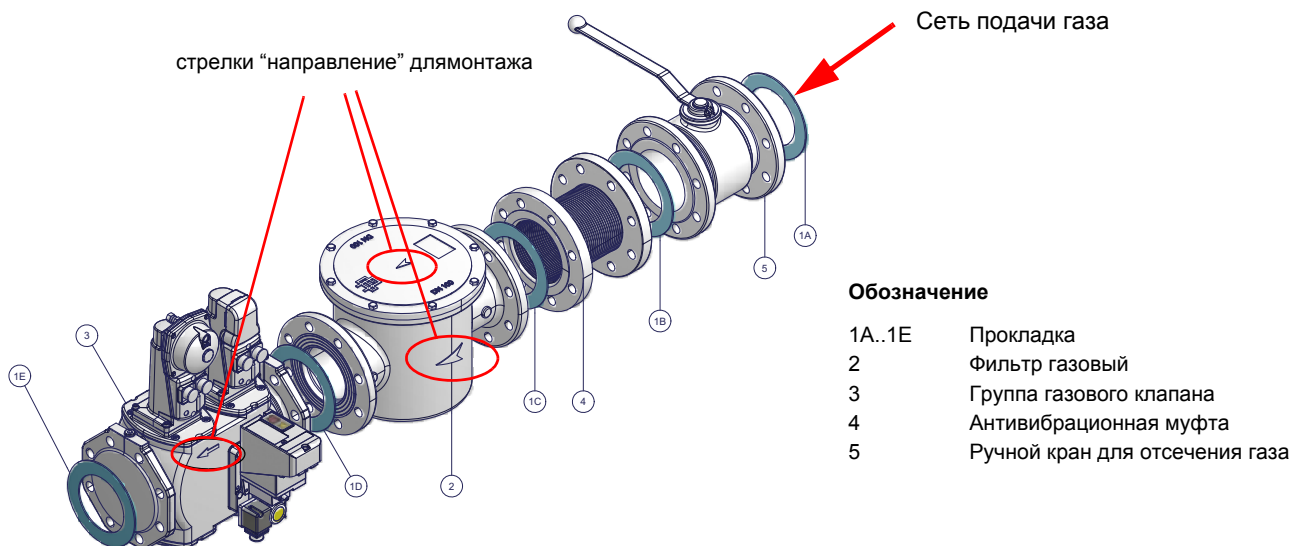

Рис. 4 - Пример газовой рампы
- 1 - б) при фланцевых соединениях: между соседними компонентами устанавливать прокладку (1А..1Е - Рис. 4), совместимую с используемым газом,
**ВНИМАНИЕ:** после монтажа газовой рампы согласно схеме на Рис. 4, необходимо провести тестирование на герметичность газового контура, согласно требований действующих нормативов.